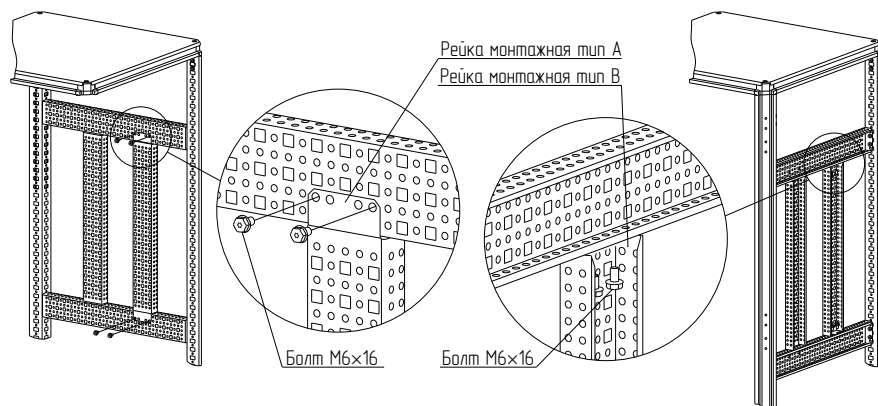

Рисунок 5
4.3.2 Закрепить рейки монтажные тип А и В по вертикали самонарезающими болтами М6х16. Момент затяжки – 7 Н·м. Болты приобрести отдельно (рисунок 5).